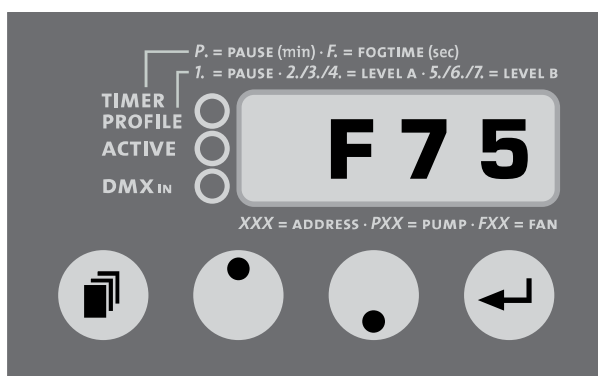

Abb. 2: Einstellen des Lüfter (Fan)-Wertes
- Drücken Sie nochmals die Mode-Taste [14], bis auf dem Leuchtzifferndisplay [17] ein F (Fan) und zwei Zahlen erscheinen (siehe Abb. 2).
- Betätigen Sie nun erneut die Mode-Taste [14], bis auf dem Display [17] ein F (Fan) und zwei Zahlen erscheinen (siehe Abb. 2).